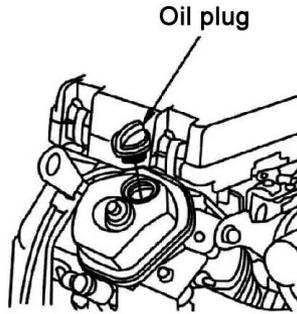
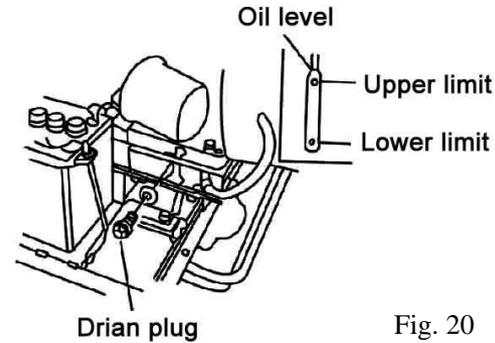

Fig. 19
Fig. 20
- 1) Fermez le bouchon de remplissage d'huile (Fig.19) et le bouchon de vidange (Fig.20) pour bien vidanger l'huile moteur. Réinstallez le bouchon de vidange et vissez solidement.